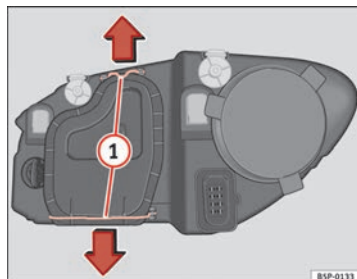

Fig. 187 Feux de croisement
- Déplacez les tirants ⇒ fig. 187 ① dans le sens de la flèche puis retirez le cache.